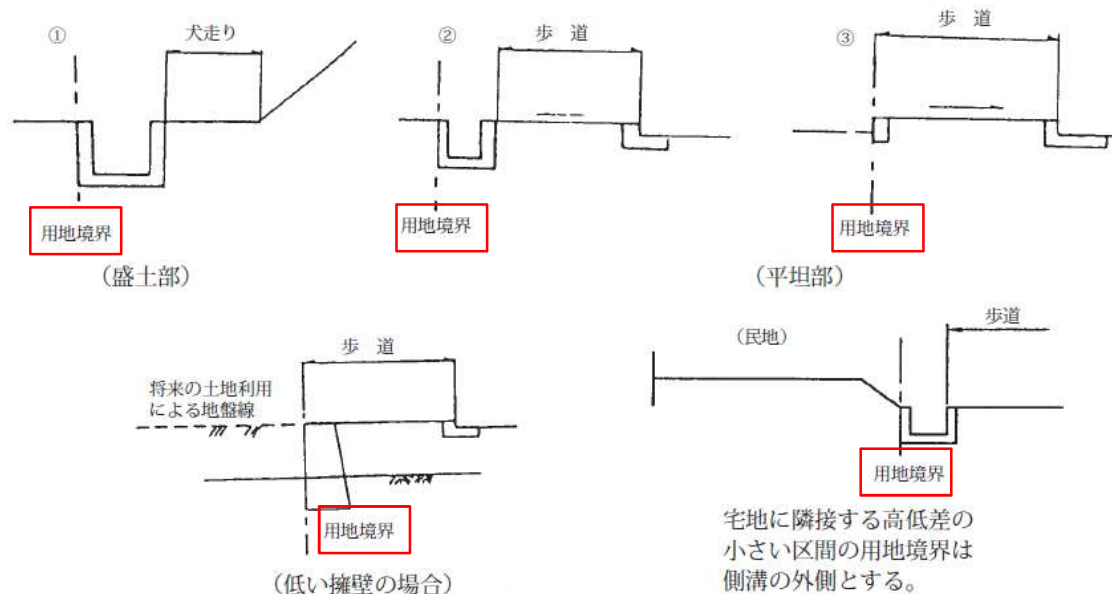

図1-4-2
(1) 市街部における用地杭の設置
- ① 市街地において隣接地が平地であれば、特に余裕をとらず、歩道縁石外面（側溝の場合は外壁を用地境界とし、用地杭を設置するものとする。（図1-4-2）
- ② 市街化が予想される箇所についても前項を適用するものとする。
(2) 平地部における用地杭の設置
- ① 宅地及び宅地見込地の場合
- ② 田地及び畑地の場合